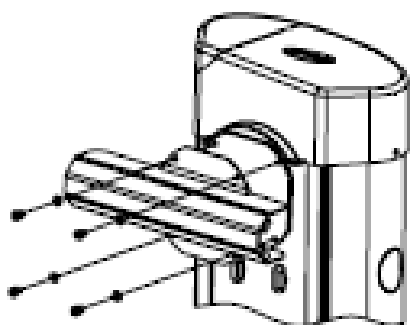

Fig. 5
- Fixați consola port-tijă, fără a înșuruba de tot cele 4 șuruburi (Fig. 5).